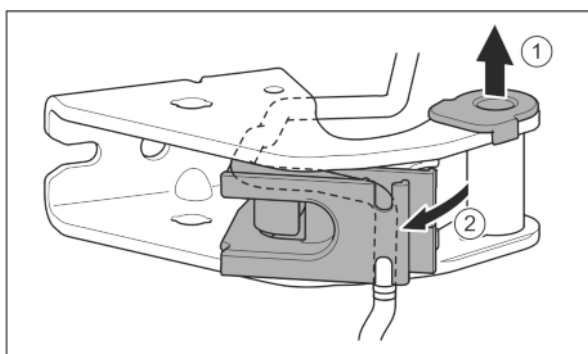

Fig. 27
- ▶ Опорную втулку вывести из направляющей. Fig. 27 (1)
- ▶ Отвести в сторону держатель кабеля. Fig. 27 (2)